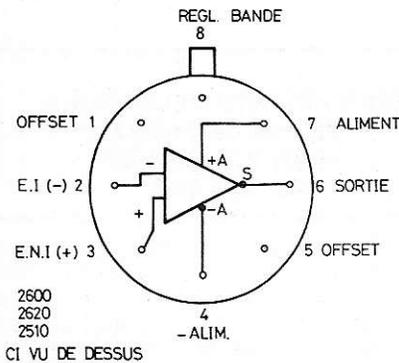

Figure 3
**Brochage :** Voici à la **figure 3** les brochages des circuits intégrés entrant dans la composition de cet appareil. On constate que ces trois CI amplificateurs opérationnels ont le même brochage. Leur boîtier est cylindrique à 8 fils, le fil 8 étant en face du repère. Les branchements sont par conséquent : entrée inverseuse marquée -, fil 2 : entrée non inverseuse, marquée +, fil 3 : sortie, fil 6.